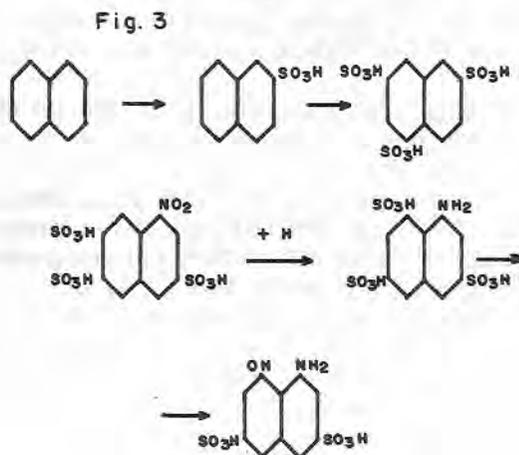

Fig. 3
**ÁCIDO AMIDONAFOLDISSLUFÔNICO 1.8.3.6. OU ÁCIDO H** — É obtido por polissulfonação da naftalina, fusão alcalina, e posterior nitratação, seguida de redução, de acordo com as reações expressas na Fig. 3.